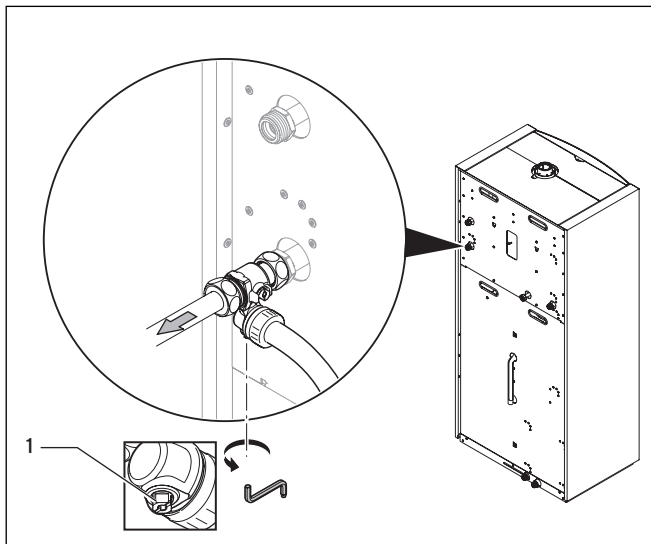

Abb. 7.13 Wartungshahn am Heizungsanlauf schließen
- Schließen Sie den Wartungshahn (1) des Heizungsanlaufs (→ **Abb. 7.13**).